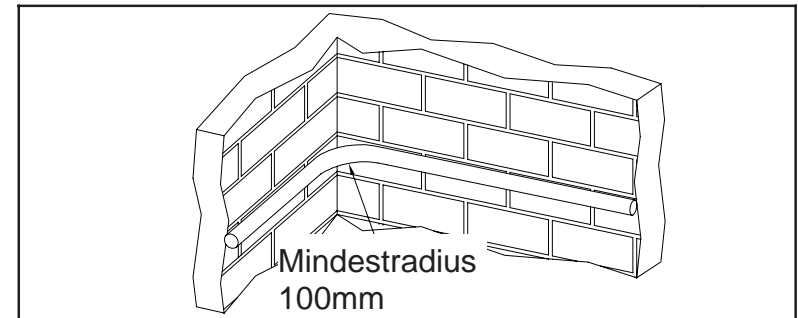

Abbildung 3
3. Bei der Befestigung des Sensorkabels ist der kleinste zulässige Biegeradius von 100 mm unbedingt einzuhalten. Dies gilt auch für Biegeradien bei der Installation! Siehe Abbildung 3.